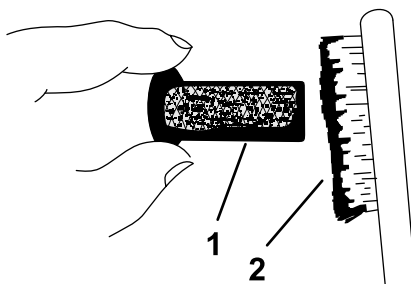

Figure 49
- Avec une brosse, décalaminez la grille du pare-étincelles avec précaution (Figure 49).